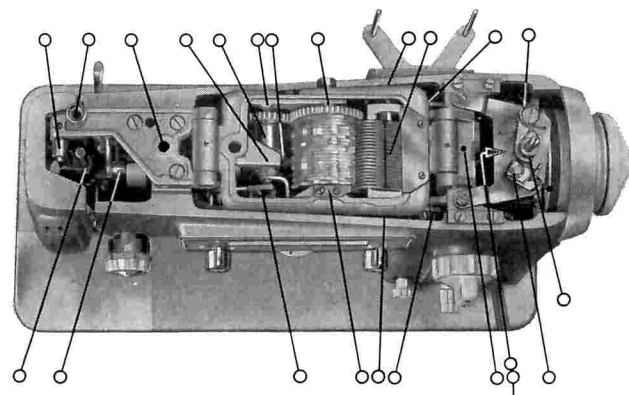

Abb. 48
1. Den Ständer (Abb. 48) – dafür den Ständer und Lichtdeckel aufklappen.